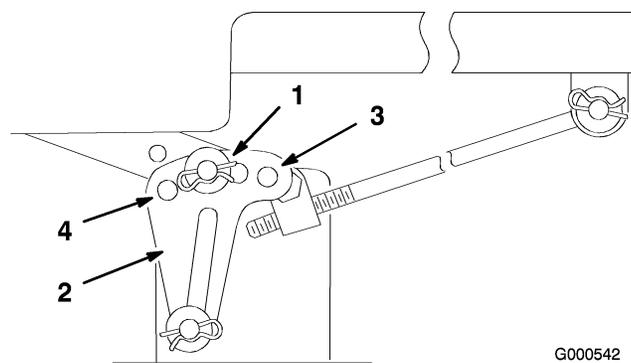
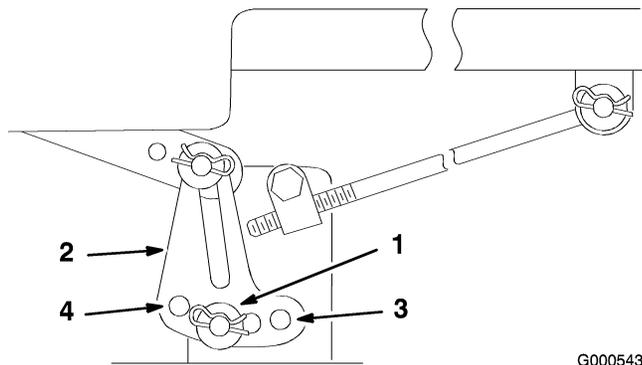

Figure 44
Figure 45
6. Enlevez la goupille fendue et la rondelle de l'une des pattes de mise à niveau (Figure 44).
7. Pour mettre les lames de niveau, fixez les pattes de mise à niveau dans un autre trou à l'aide de la rondelle et de la goupille fendue (Figure 44 et Figure 45). Utilisez un trou plus en avant pour réduire la hauteur de ce côté, ou un trou plus en arrière pour l'augmenter. Réglez les deux côtés selon les besoins.